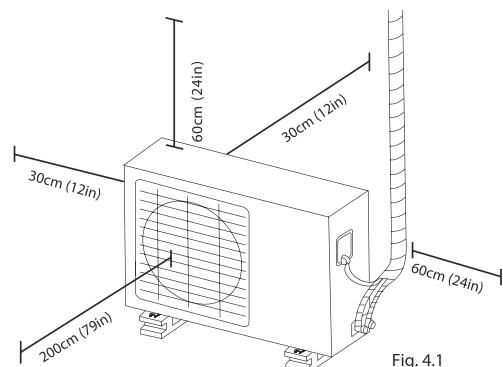

Fig. 4.1
- Cumple con todos los requerimientos espaciales que se muestran en requisitos de espacio de instalación (Fig. 4.1)